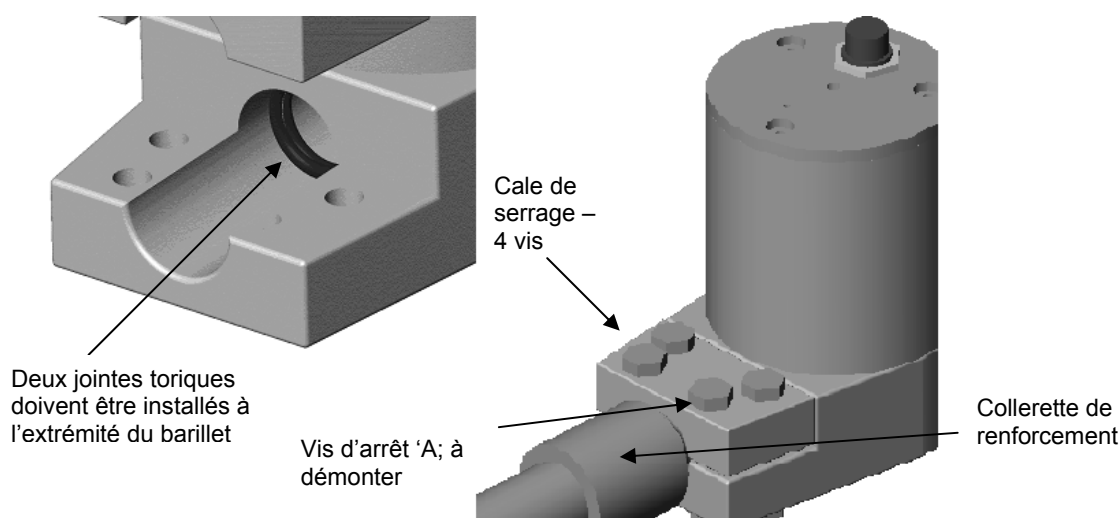

Figure 2 - Installation du bras de détection dans le corps de la sonde
- Desserrer les 4 cales de serrage du bras sur le corps électronique et démonter les vis d'arrêt (A).
- Installer les deux joints toriques. Ceux-ci doivent être positionnés à l'intérieur des cales de serrage contre le rebord, comme le montre la Figure 2